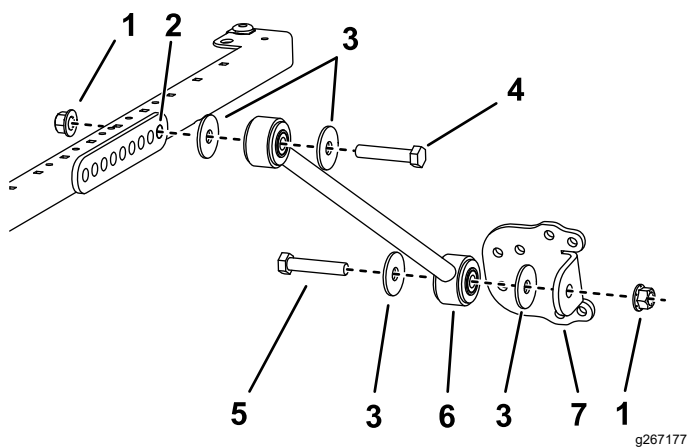

**Figura 32**
9. Usando los taladros de montaje indicados en la Figura 32, sujete provisionalmente cada uno de los soportes de los tirantes a los postes de la barra antivuelco con un perno en U (3-1/8" x 5") y 2 tuercas con arandela prensada.